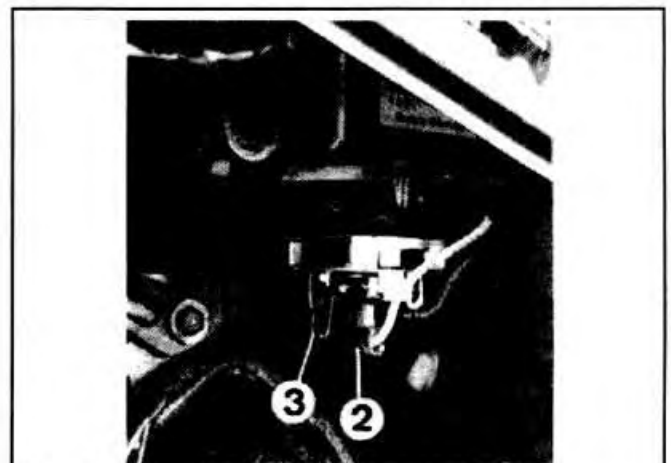

Рис. I-34. Замена ламп фар:
- Разъединить разъем 2 (рис. I-34).